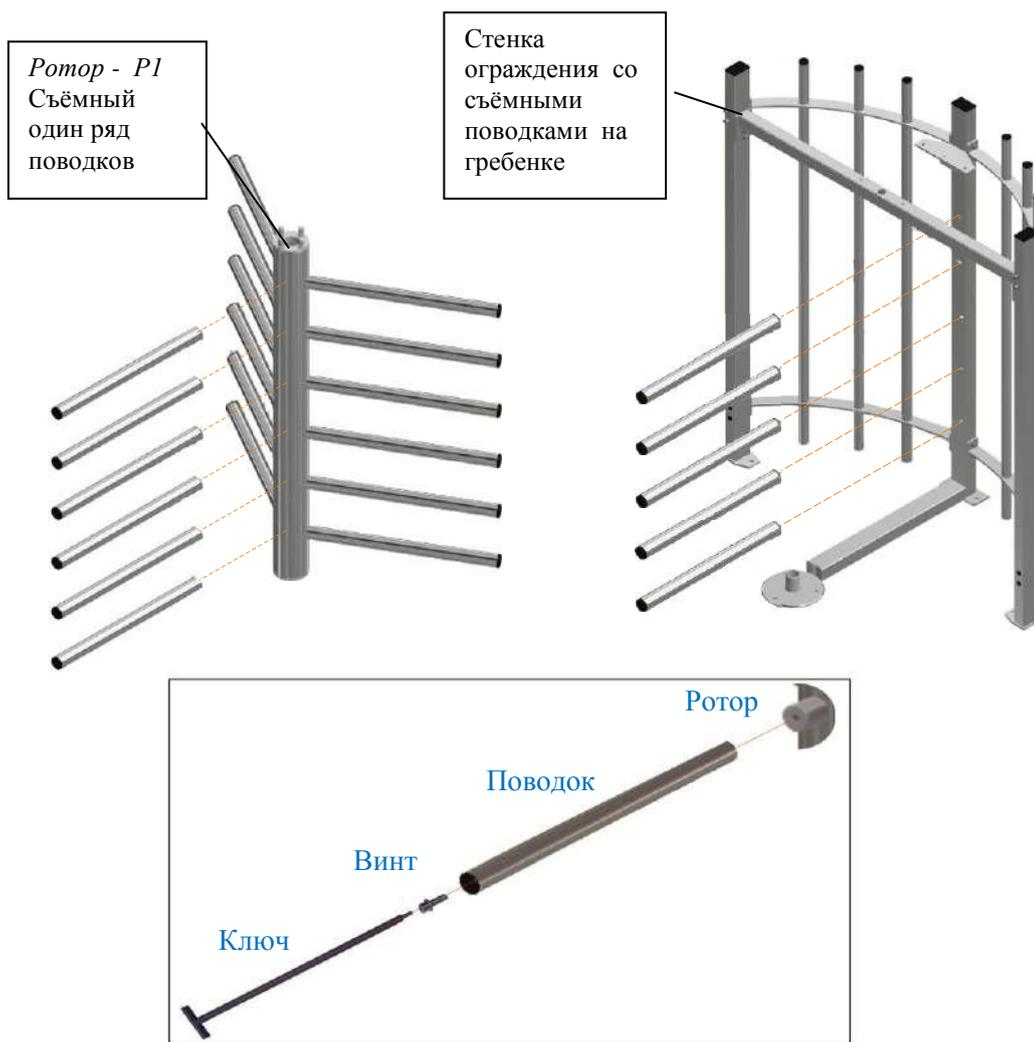

Рис.8 – Сборка основных элементов и установка поводков на ротор турникета
- На стенку ограждения установить ряд поводков (гребенку), используя удлиненный шестигранный ключ (входит в комплект поставки при разобранном виде турникета (рис.8 С)) и установить в проектное положение для разметки отверстий.